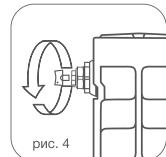

рис. 4
4. Для удаления воздуха из радиатора в верхний коллектор обязательно установка крана Маевского* или автоматического воздухоотводчика. Для удаления воздуха через кран Маевского необходимо периодически (несколько раз в год) вручную сливать его с помощью специального ключа* (рис. 4)